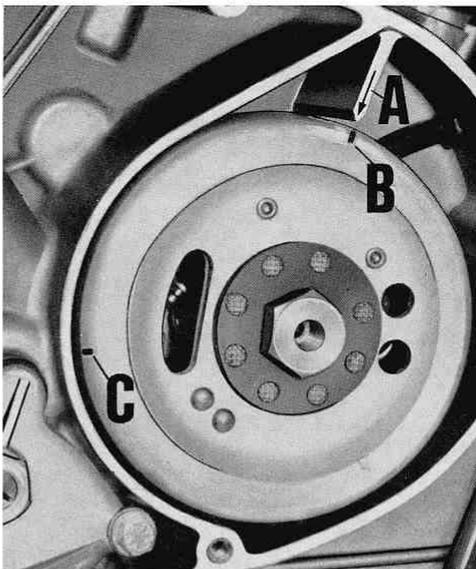
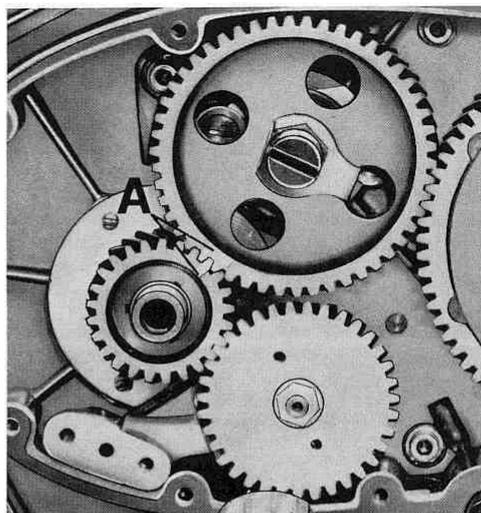

Fig. 54
Fig. 55
- ruotare il volano magnetico quel tanto da portare la freccia (A) stampigliata sulla periferia del volano in corrispondenza della freccia (B) stampigliata sul basamento motore (vedere fig. 54).
A questo punto (accertandosi che l'ingranaggio della distribuzione non ruoti in nessun senso), montare il pignone inserendo in una delle tre cave la chiavella montata sull'albero motore e segnare provvisoriamente i tre denti incastrati (vedere fig. 55) indi controllare la fase distribuzione; se con i segni sul volano "C e A" di fig. 54 in corrispondenza, i due denti dell'ingranaggio della distribuzione non fossero incastrati perfettamente sul dente del pignone motore (vedere fig. 55) occorrerà levare il pignone motore ed agire sulle altre due cave del pignone fino ad ottenere la perfetta fasatura, indi segnare i due denti dell'ingranaggio della distribuzione e il dente del pignone motore.